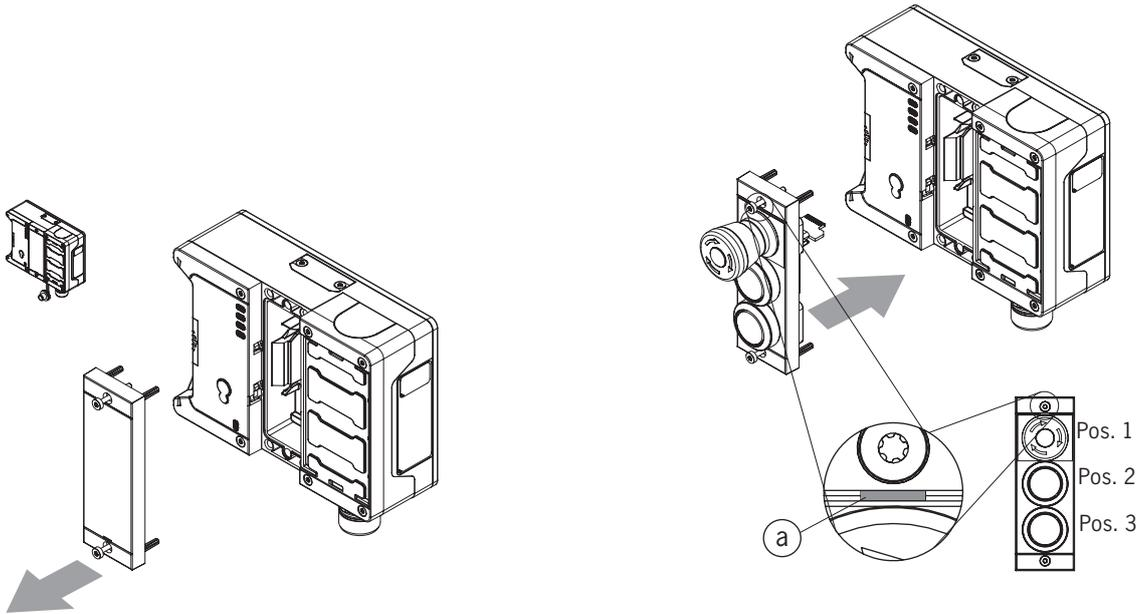

Bild 11: Submodul montieren
- › Ausrichtung des Submoduls beachten. Siehe Markierung (a) in *Bild 11: Submodul montieren*. Submodule können auch um 180° gedreht eingebaut werden. Die Markierung (a) gibt immer die erste Bestückungsposition an. Im Beispiel unten also die Position des Not-Halts S1.